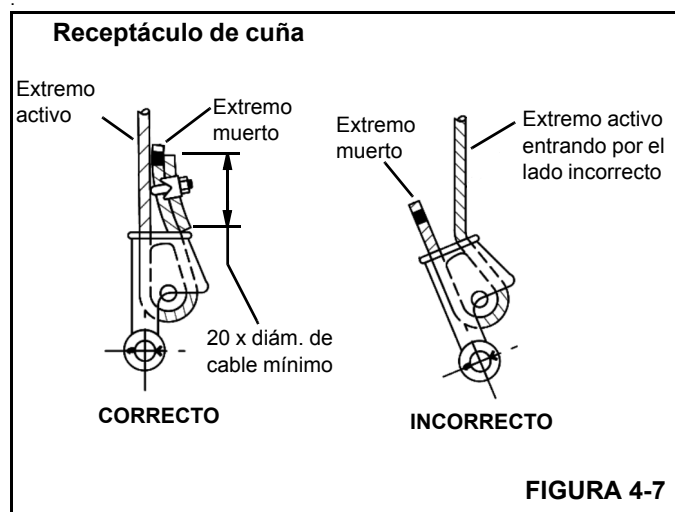

FIGURA 4-7
3. Verifique que el extremo activo (Figura 4-7) del cable quede directamente en línea con las orejetas del receptáculo y con el sentido de la tracción que se aplicará al cable. Si el cable se instala de modo incorrecto en el receptáculo, se producirá un doblez en el punto que el cable sale del receptáculo, y el borde del receptáculo desgastará el cable, causándole daños y la falla eventual del mismo.
4. Inserte el extremo del cable en el receptáculo, forme un lazo con el cable y devuelva el cable a través del receptáculo, permitiendo que el extremo muerto (Figura 4-7) sobresalga del receptáculo. Verifique que el extremo muerto del cable tenga un largo suficiente para aplicarle un dispositivo de terminación al extremo después de haber asentado la cuña.